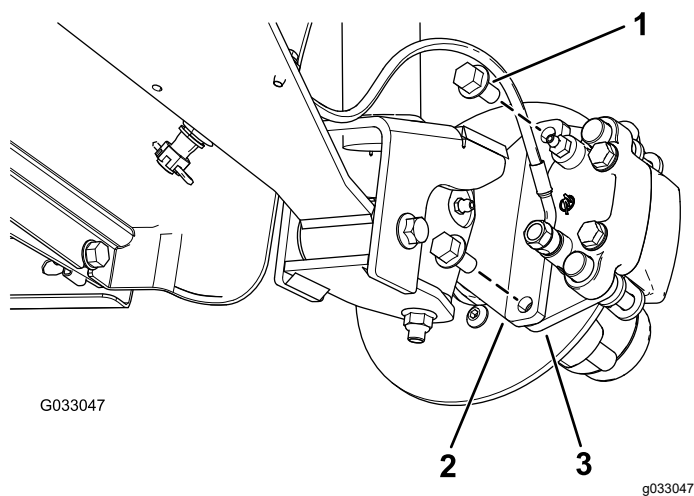
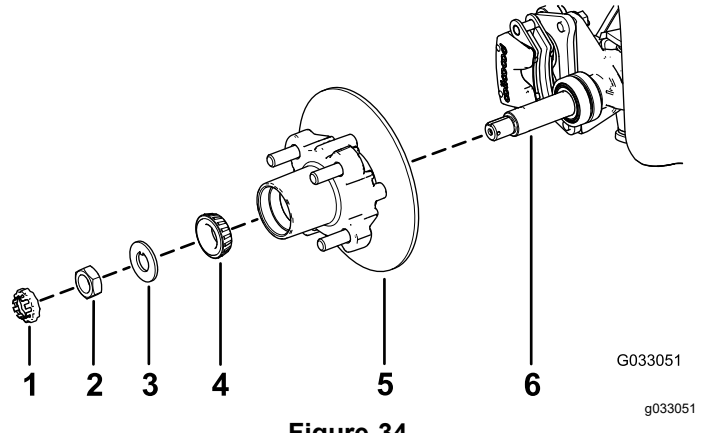

Figure 30
Figure 34
3. Retirez les boulons à embase ( $\frac{3}{8}$ " x  $\frac{3}{4}$ ") qui fixent le support du frein à la fusée et séparez le frein de la fusée (Figure 30).
1. Appliquez une fine couche de la graisse spécifiée sur la fusée (Figure 34).
2. Montez le moyeu et le rotor sur la fusée en plaçant le rotor à l'intérieur (Figure 34).
3. Montez le roulement extérieur sur la fusée et poussez le roulement contre la bague (Figure 34).
4. Montez la rondelle-frein à languette sur la fusée (Figure 34).
5. Vissez l'écrou de fusée sur la fusée et serrez l'écrou à 15 N·m tout en tournant le moyeu pour bien asseoir le roulement (Figure 34).
2. Alignez les plaquettes de frein de chaque côté du rotor (Figure 30) et alignez également les trous dans le support d'étrier et ceux de la fixation du frein sur le porte-fusée (Figure 34).
3. Fixez le support d'étrier au porte-fusée (Figure 30) à l'aide de 2 boulons à embase ( $\frac{3}{8}$ " x  $\frac{3}{4}$ " ).